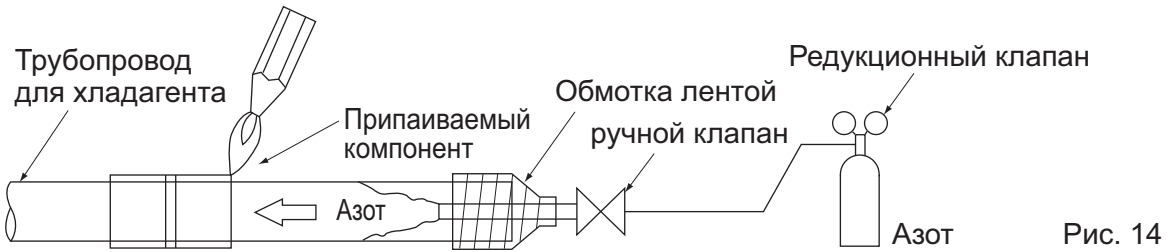

Рис. 14
- Если пайка выполняется одновременно с подачей в трубопровод азота, азот необходимо довести с помощью редукционного клапана до 0,02 МПа. (См. рис. 14)